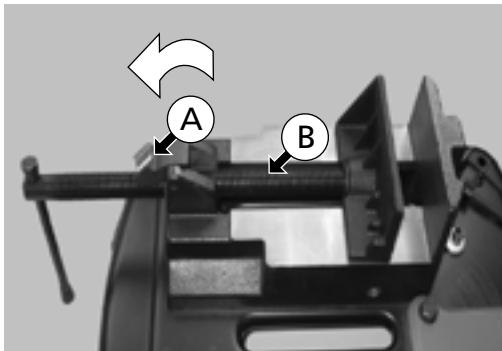

Fig. 15
1. Levante y gire la "media tuerca" del husillo (A) en el sentido de la flecha - (Fig. 15).
Elementos de Fig. 15 - 18